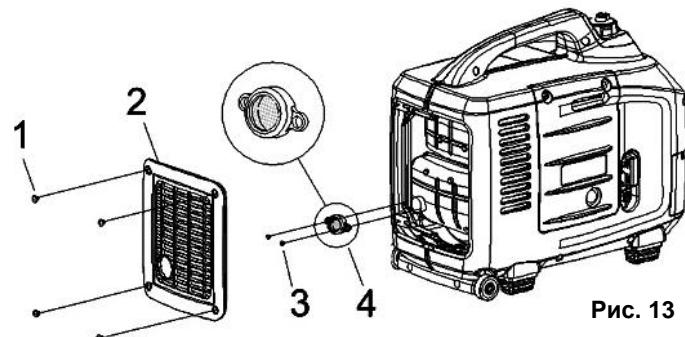

Рис. 13
- Выкрутите винты крепления (1) защитной решетки глушителя (2) и винты крепления (3) искрогасителя (4)(См. Рис.13).
- Снимите искрогаситель (4)(См. Рис. 13).